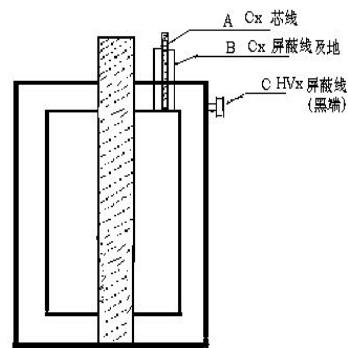

图 15 介损油杯接法
- B. 引线见图 15
- D. (C) 接 HVx 屏蔽线 (黑端)
- E. (A) 接 Cx 芯线
- F. (B) 接 Cx 屏蔽线及地